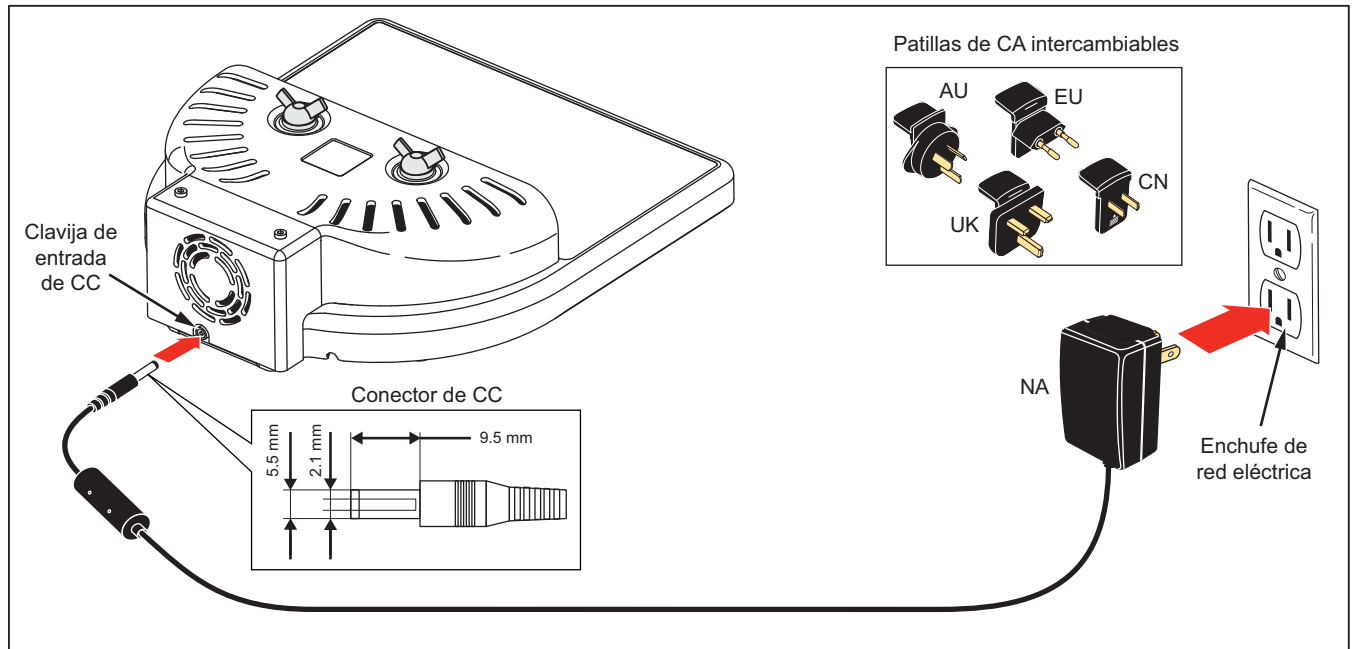

Figura 1. Conexiones de alimentación CC
3. Coloque el conector de CC de la alimentación en el conector de entrada de CC del panel trasero de la Bobina. Consulte la Figura 1.